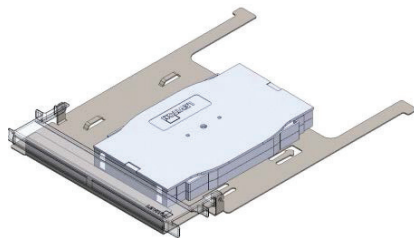

Figura 5
**Bandeja de Empalme:** La Bandeja de la Cubierta de Empalme (Figura 5) permite el empalme de hasta 48 hilos de fibra. Pueden colocarse hasta 2 Bandejas de Empalme Moldeadas por Inyección, Leviton #T5PLS-24F (Figura 6, se venden por separado) en cada Bandeja de la Cubierta de Empalme con tres bandejas por cubierta.